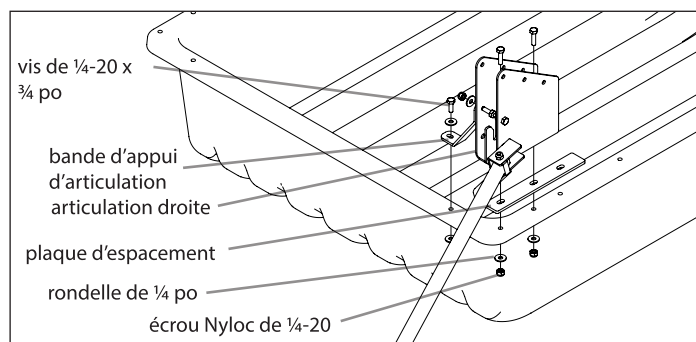

FIGURE 1
1. Attacher l'articulation gauche (11652) au traîneau avec la plaque d'espacement (11631), deux (2) vis de 1/4-20 x 3/4 po, deux (2) rondelles de 1/4 po et deux (2) écrous Nyloc de 1/4-20. Répéter cette étape sur le côté opposé avec l'articulation droite (11653). **VOIR FIGURE 1**
2. Attacher deux (2) bandes d'appui d'articulation (11203) aux deux articulations (11652/11653) avec quatre (4) vis de 1/4-20 x 3/4 po, trois (3) rondelles de 1/4 po et quatre (4) écrous Nyloc de 1/4-20. **VOIR FIGURE 1**